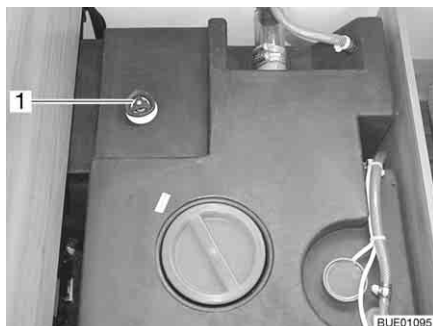

Fig. 232 Serbatoio dell'acqua con maniglia girevole
- Sul serbatoio dell'acqua, ruotare la maniglia girevole (Fig. 232,1) in senso orario fino all'arresto.
- Sul serbatoio dell'acqua, ruotare la maniglia girevole (Fig. 232,1) in senso antiorario fino all'arresto. L'acqua fuoriesce fino a 60 litri.